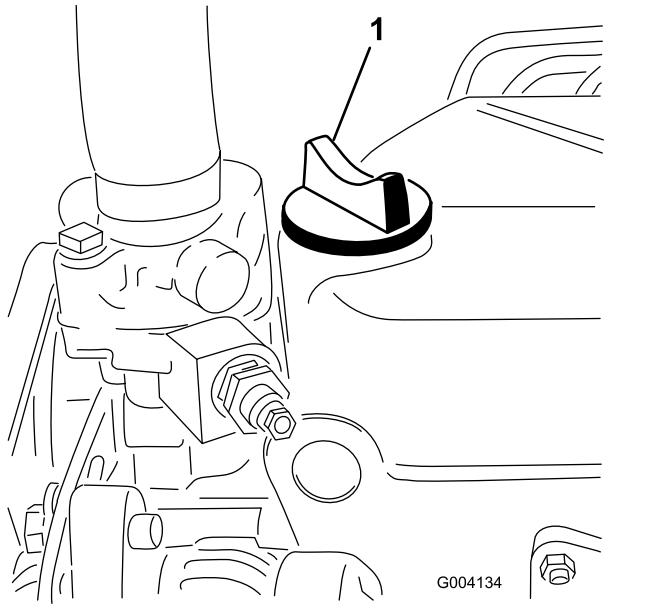

Figura 45
5. Si el nivel de aceite está por debajo de la marca Lleno, retire el tapón de llenado (Figura 45) y añada aceite hasta que el nivel llegue a la marca Lleno de la varilla.